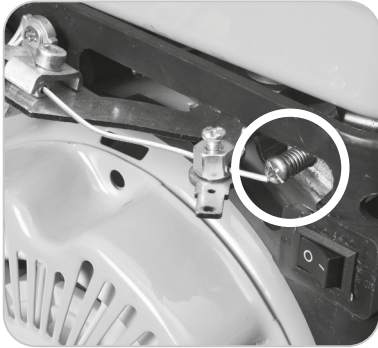

Abb. 11
- Drehen Sie die Schnelllaufschraube (**Abb. 11**) nach und nach (max. eine halbe Umdrehung) im Uhrzeigersinn, um die Motordrehzahl zu verringern, oder gegen den Uhrzeigersinn, um die Motordrehzahl zu erhöhen.